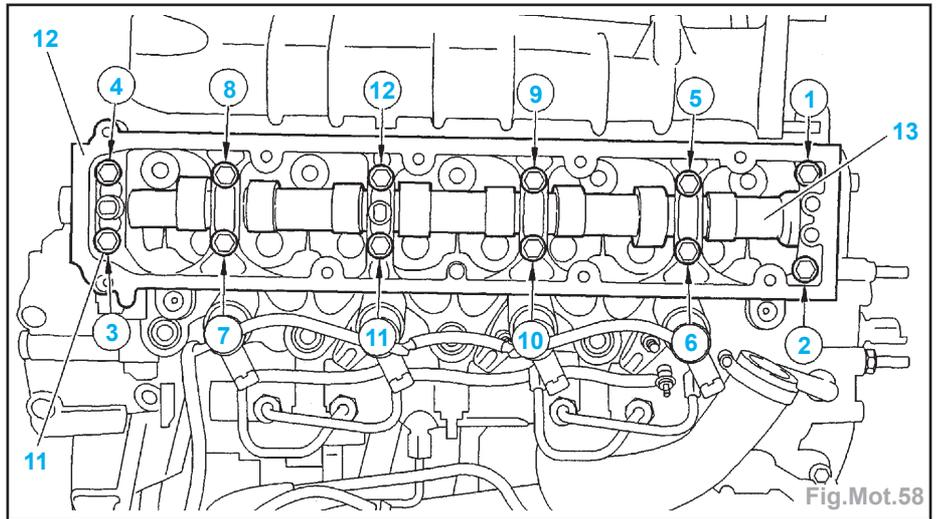
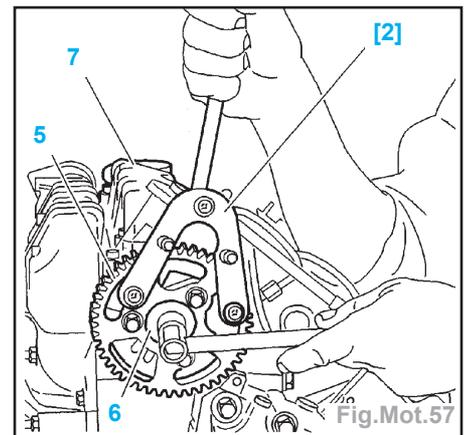

Fig.Mot.58
Fig.Mot.57
- les connecteurs (7).
- le filtre à air (8),
- le raccord (6),
- Déposer (Fig.Mot.57) :
- le moyeu d'arbre à cames (6); à l'aide de l'outil [2],
- la poulie d'arbre à cames (5),
- le couvre-culasse supérieur (7).
- Desserrer les vis (11) (Fig.Mot.58).